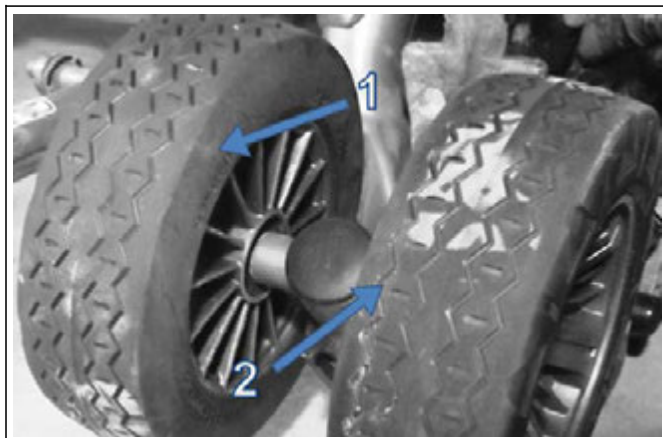

Рис. 29. Здесь нужно проверить износ колеса
Проверять износ колеса из полиуретана нужно на внутренней рабочей поверхности (1) и в канавках профиля протектора (2). Колесо должно быть заменено, если внутренняя рабочая поверхность вытерлась или если между канавками профиля появились трещины. Сильно изношенное колесо не будет надежной опорой для гусеницы. См. рис. 29.